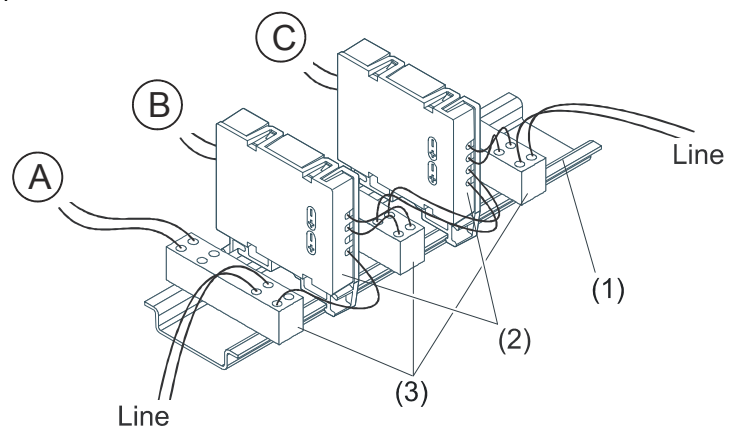

Fig. 5
For a space-saving wiring variant (see Fig. 5), it is possible to install the line separators (2) and triple terminal blocks (3) on a TS35 top hat rail (1).
Legend Fig. 5
Für eine platzsparende Verdrahtungsvariante (siehe Fig. 5) können auf einer TS35-Hutschiene (1) die Linientrenner (2) und 3-fach-Reihenklemmen (3) montiert werden.
Legende Fig. 5
Pour un câblage peu encombrant (voir Fig. 5) l'isolateur de ligne (2) et les blocs de jonction triples (3) peuvent être montés sur un profilé TS35.